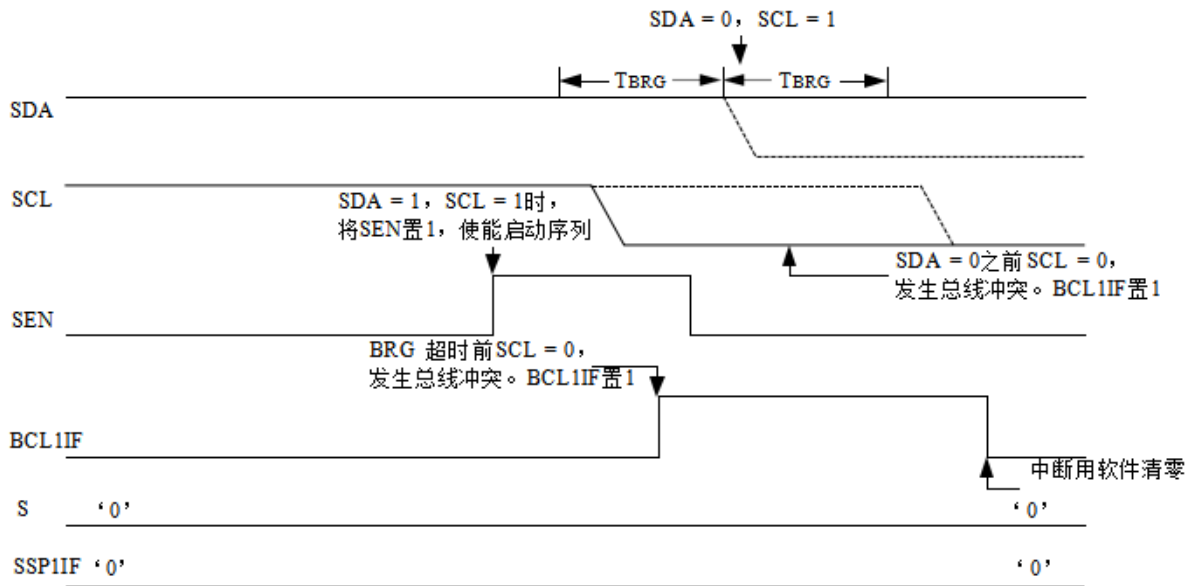

图25-34: 启动条件期间的总线冲突 (SCL = 0)
- SDA 被置为低电平之前，SCL采样为低电平（图25-34）。在启动条件期间，SDA和SCL引脚都会被监视。